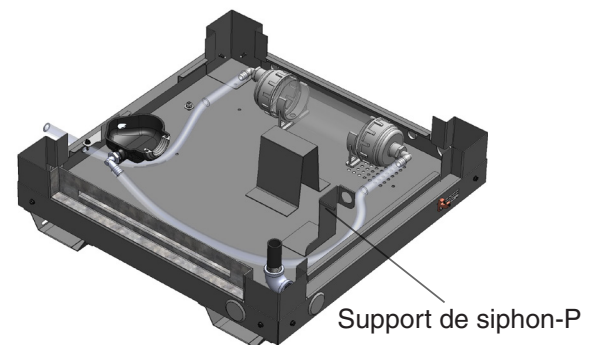

Figure 33. Cartouche de neutralisation des condensats interne installée à la base du chauffe-piscine pour l'installation extérieure
1. Retirer le tube en PVC transparent du support du siphon-P pour assurer une évacuation adéquate. **Remarque : La cartouche de neutralisation des condensats elle-même est un siphon-P. Ne pas utiliser le support indiqué pour le siphon-P lorsqu'une cartouche de neutralisation des condensats est utilisée (voir la Figure 33 à la page suivante). Cela créera un siphon à air et le condensat ne s'écoulera pas correctement.**
Installation extérieure du chauffe-piscine (Figure 33, consulter page suivante) : À l'aide des supports fournis, fixer la cartouche de neutralisation des condensats sur la base du chauffe-piscine.